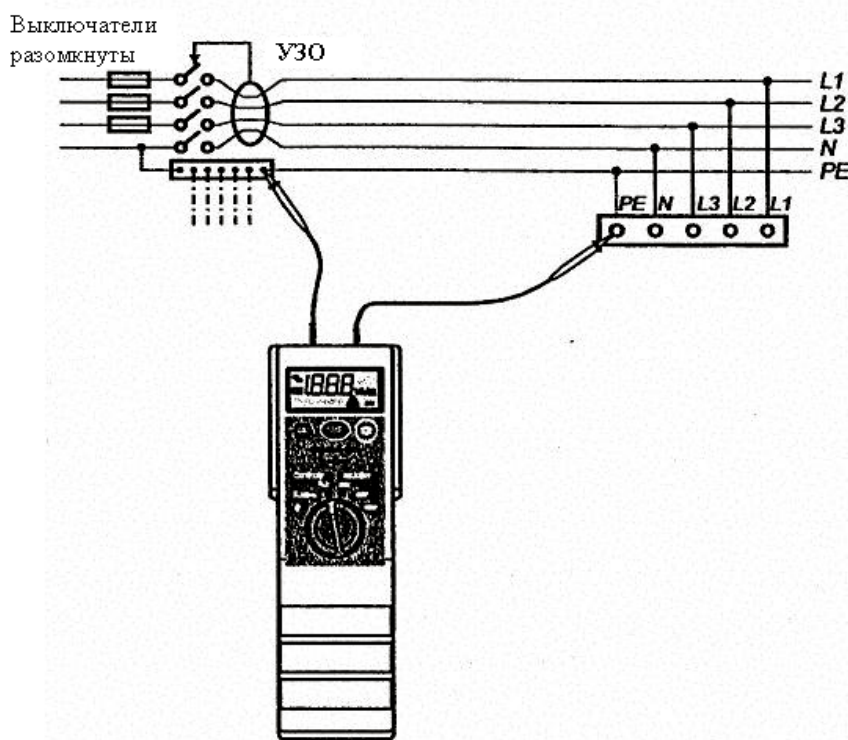

Рис. 7 Пример подключения прибора для измерения целостности между уравнителями потенциала
- Подсоедините тестовые провода к тестируемому объекту так, как показано на рис. 7